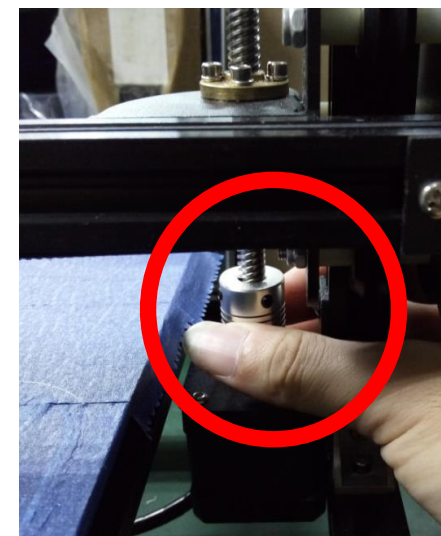

Рис. 5
2. Пожалуйста, отрегулируйте ручную ось Z, если функция автоматического уровня не сможет сделать этого сама (Рис. 5)
- Передвиньте экструдер на середину оси, затем поворачивайте муфты оси Z синхронно до тех пор, пока расстояние от поверхности столика до сопла экструдера не достигнет 0,5 мм (Рис. 5)